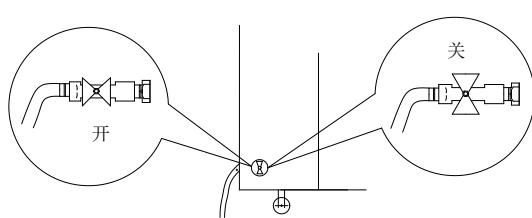

图 5 放水阀操作说明示意图
- b. 逆时针旋转蝶形球阀，关紧放水阀。如下图 5 所示：